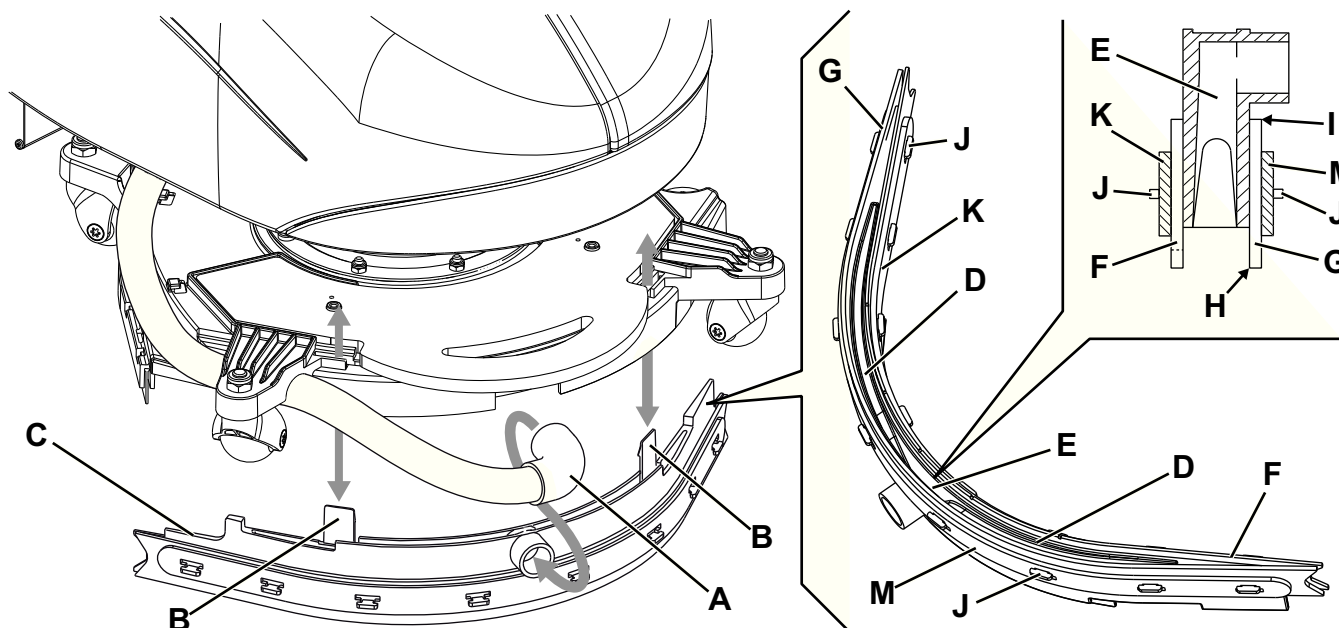

Рис. 5
2. Поверните рукоятку (32) в положение «0» и отсоедините аккумулятор.
3. Полностью поверните платформу щетки/прокладкодержателя (12) против часовой стрелки.
4. Отсоедините вакуумный шланг (А, Рис. 5) от швабры.
6. Вымойте и очистите швабру. В частности, очистите отсеки (D) и вакуумное отверстие (Е) от грязи и мусора.
7. Проверьте передний скребок (F) и задний скребок (G) на предмет их целостности, отсутствия порезов и разрывов; в случае необходимости замените их (см. порядок действий в следующем разделе).
2. Проверьте передний скребок (F, Рис. 5) и задний скребок (G) на предмет их целостности, наличия порезов и разрывов; если требуется, замените их согласно описанию ниже. Также проверьте передний угол (H) заднего скребка на предмет износа. Если он изношен, переверните скребок, чтобы заменить изношенный угол другим (I), если он в нормально состоянии. Если и другие углы изношены, замените скребок в следующем порядке:
- Снимите щетку, отсоединив фиксаторы (J), крепежный ремень (K или M), затем замените (или переверните) скребок (G или F).